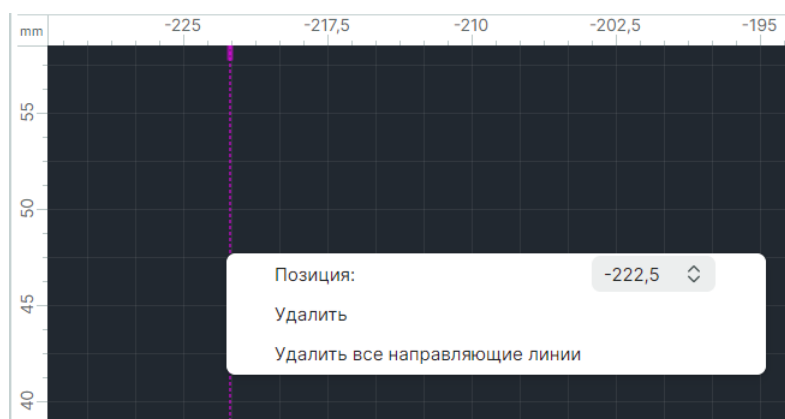

Рис. 199 Настройка направляющей линии
2. В отобразившемся окне «Направляющая линия» выберите необходимое действие, см. Рис. 199: